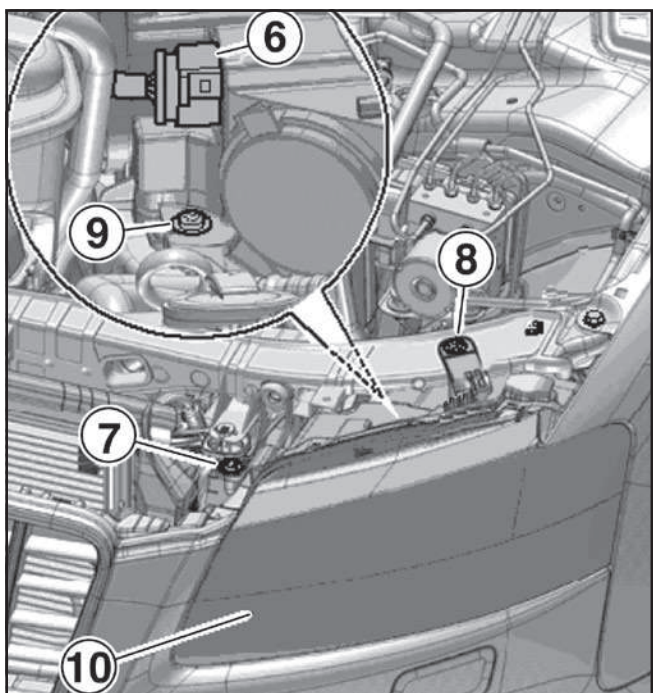

Fig. 2
- Desconectar el conector eléctrico (6) (Fig. 2).
- Desatornillar los tornillos (7) y (8) de fijación superior del proyector (10).
- Con ayuda de una llave larga, aflojar algunas vueltas el tornillo (9) situada en la parte inf. del proyector (10).
- Tirar del proyector (10) hacia la parte del. hasta que sus raíles sean extraídos de las guías del alojamiento.